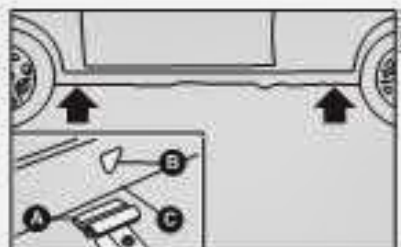

fig. 5
3) colocar o macaco onde está marcado o símbolo **B**-fig. 5, perto da roda a substituir, e certificar-se de que a ranhura **A** do macaco esteja bem encaixada na longarina **C**-fig.5.